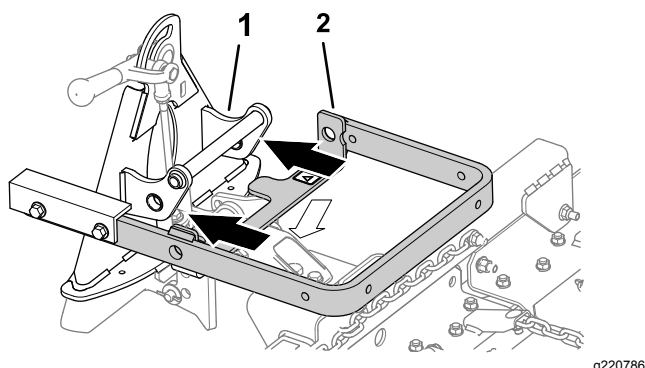
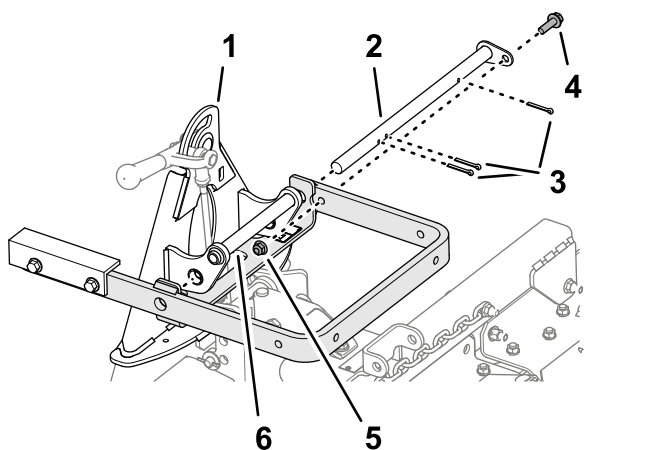

Рисунок 5
Рисунок 6
4. Выровняйте рычаг подъема с кронштейном на переходнике навесного оборудования (Рисунок 5) и соедините их с помощью поворотной штанги, как показано на Рисунок 6.
Примечание: При передвижении переходника навесного оборудования используйте рукоятку, предусмотренную за переходником (Рисунок 5).
5. Закрепите поворотную штангу (Рисунок 6) тремя шплинтами, болтом (3/8 x 1-1/4 дюйма) и контргайкой (3/8 дюйма).